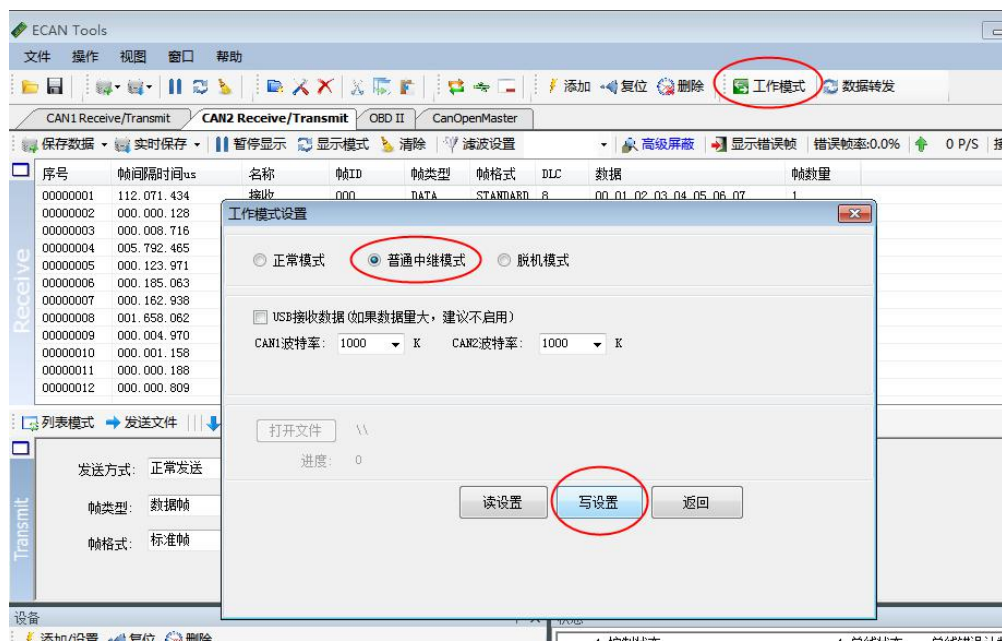

Figure 4.2 Software interface
4. Click “工作模式”——“普通中继模式”——“写设置”——Close the software and poewr on again. See figure 4.2.